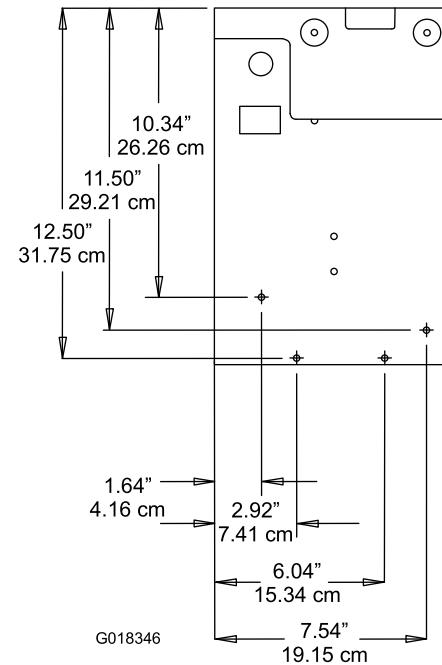

Figura 6
10. Usando las dimensiones indicadas en Figura 6, localice, marque y perfore 4 taladros de 0,713 cm (0,281 pulgadas) de diámetro en el bastidor () .